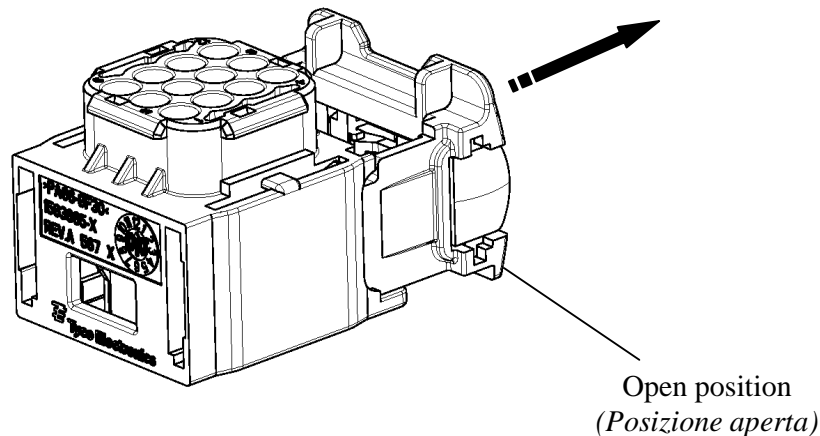

Fig. 3
- 1) open the slide on the connector, along arrow direction, until open position (fig.3);
- 1) aprire la slitta sul connettore sino alla posizione aperta (fig. 3) come mostrato dalle frecce;